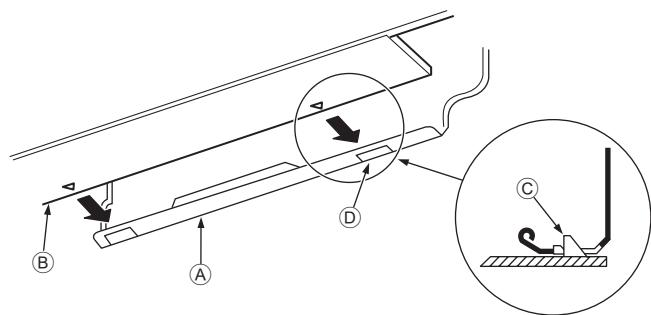

Fig. 3-15
- 3. Устанавливая трубы хладагента и дренажа в отверстие на стене (муфту), подвесьте верхнюю часть внутреннего блока к монтажной плате ①.
- 5. Закрепите блок, вдвинув его нижнюю часть в монтажную плиту ①. (Fig. 3-15)
- * Убедитесь, что нижние фиксаторы внутреннего блока надежно встали в монтажной плате ①.
- Ⓐ Монтажная плита ①